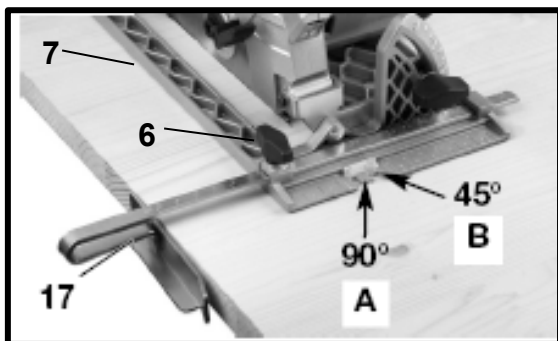

Рис.10
### 6.7. Параллельная резка (Рис.10)
- Ослабьте фиксатор направляющей линейки (6) (Рис.10).
- Вставьте направляющую линейку (17) в пазы по бокам в передней части опорной плиты (7).
- Установите требуемую ширину от линейки от зуба пилы и затяните фиксатор (6).